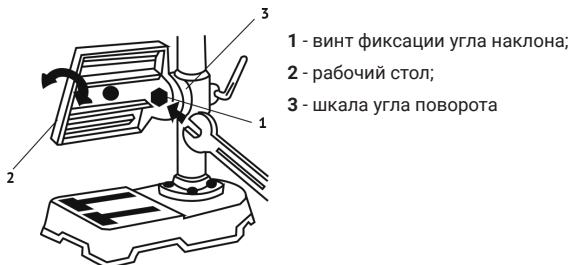

рис.5
- ослабить ключом винт фиксации (рис.5 поз.1);
- повернуть рабочий стол (рис.5 поз.2) по шкале угла поворота (рис.5 поз.3) на нужную величину;